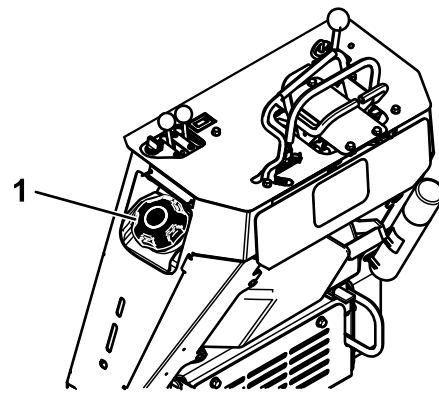

Figura 15
3. Curățați în jurul capacului rezervorului de combustibil și îndepărtați-l (Figura 15).